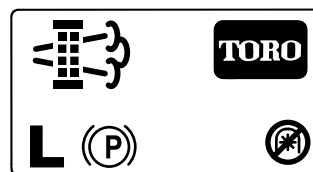

Bild 51
**Hinweis:** Auf dem Homebildschirm wird das Symbol für eine deaktivierte Zapfwelle (Bild 51) angezeigt.
**Hinweis:** Auf dem Homebildschirm wird das Symbol für eine deaktivierte Zapfwelle angezeigt, siehe Bild 51 in Meldungen zu geparkter Regenerierung \(Seite 39\), angezeigt.